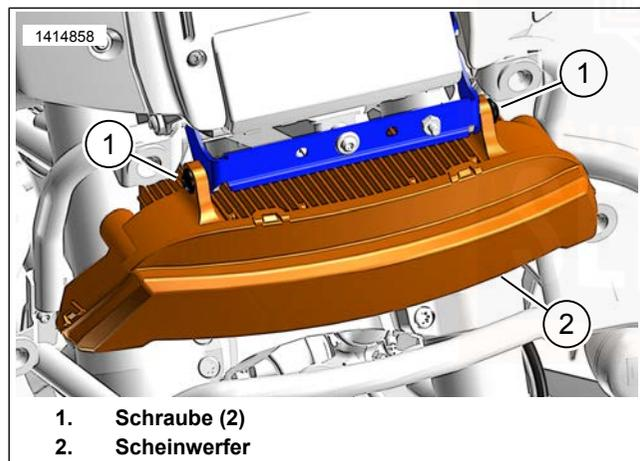

Abbildung 82. Scheinwerfereinstellung
2. Siehe Abbildung 82. Die Schrauben (1) lösen.